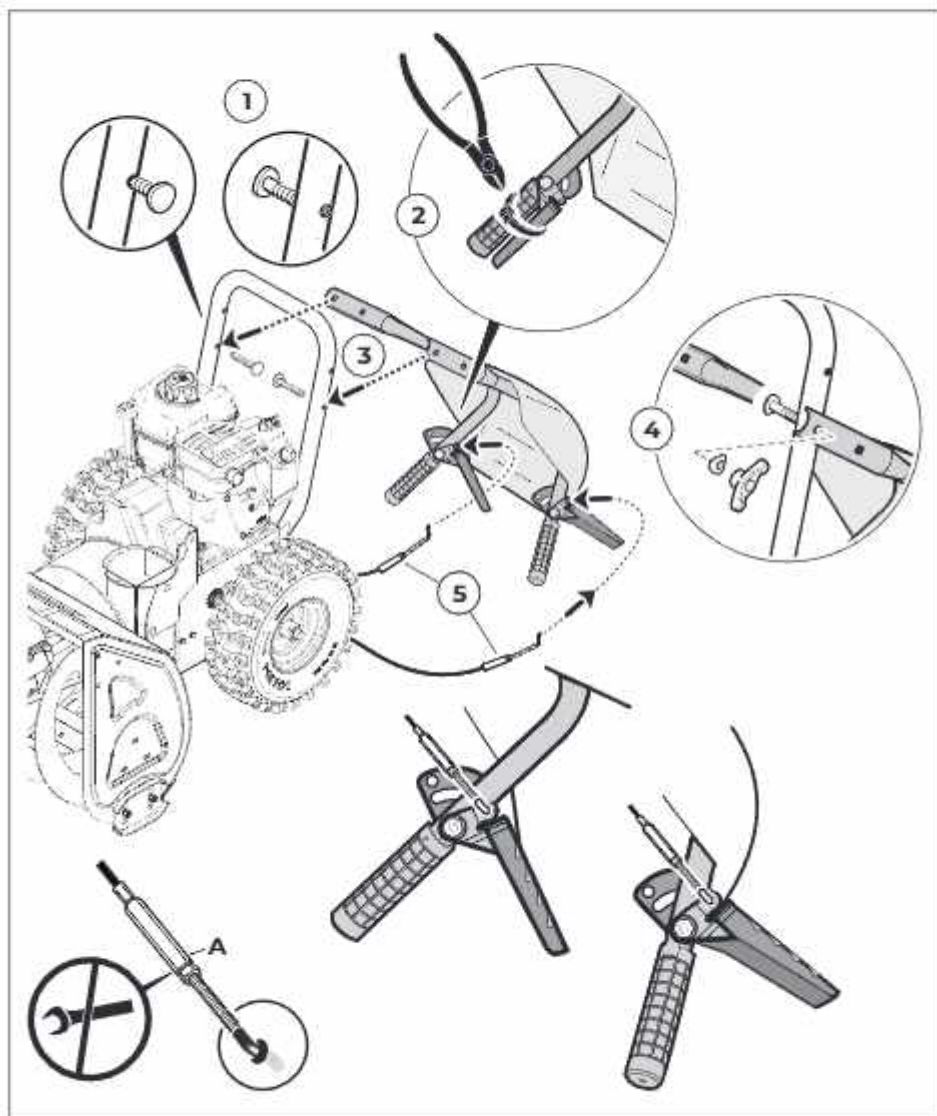
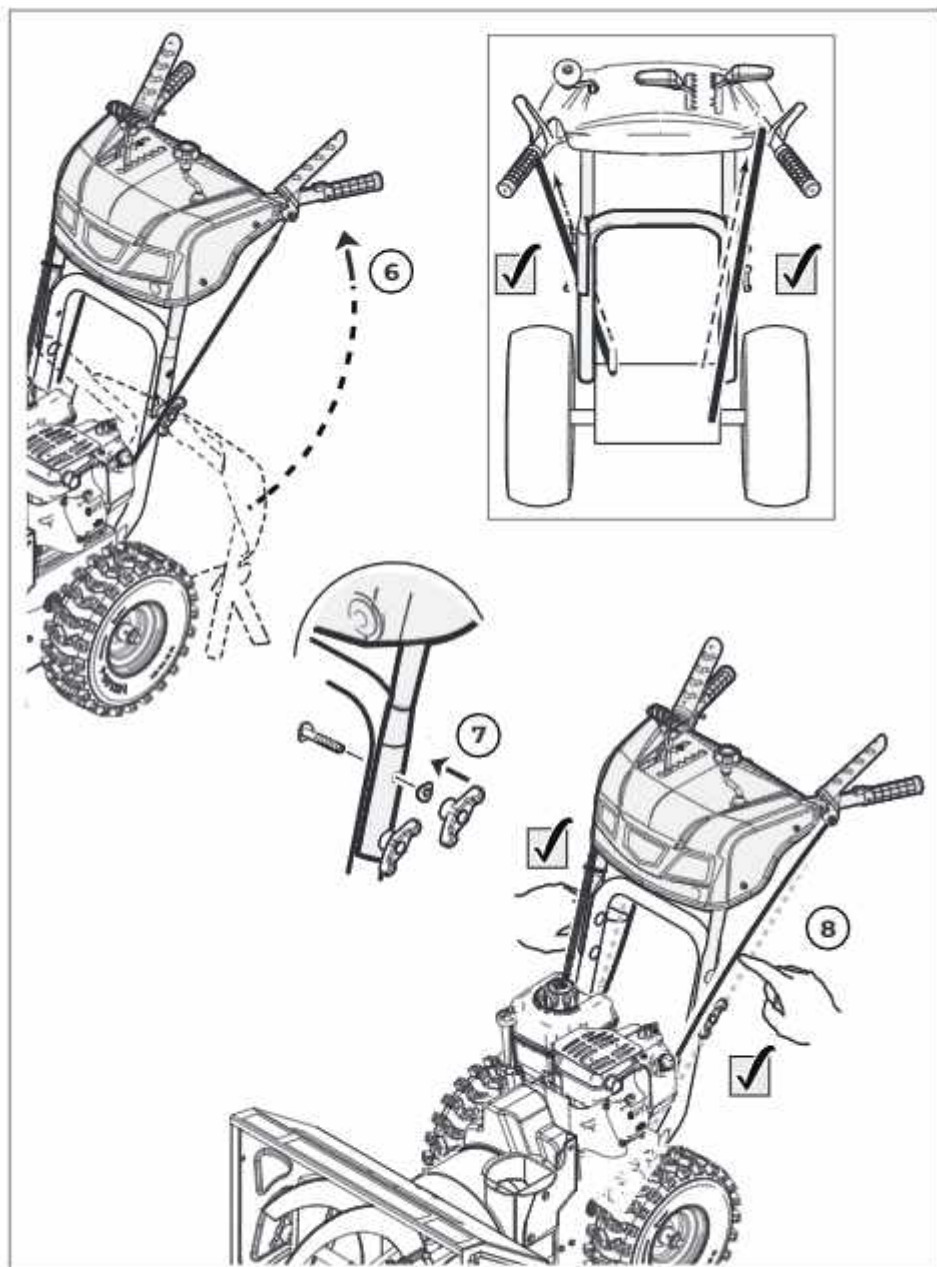

Рис. 6
Рис. 7
2.2 Рукоятка (рис. 6, рис. 7)
ПРИМЕЧАНИЕ: Регуляторы натяжения тросиков рис. 6 поз. А установлены на заводе.
Регулировка не требуется. Проверьте натяжение обоих тросиков рис. 7 поз. 8. Тросики должны немного прогибаться при среднем надавливании пальцем.